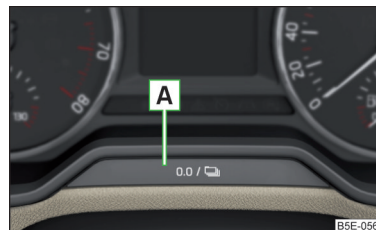

Fig. 35
- Appuyez sur la touche **A** » fig. 35 et maintenez-la enfoncée jusqu'à ce que **Service** s'affiche sur le visuel.